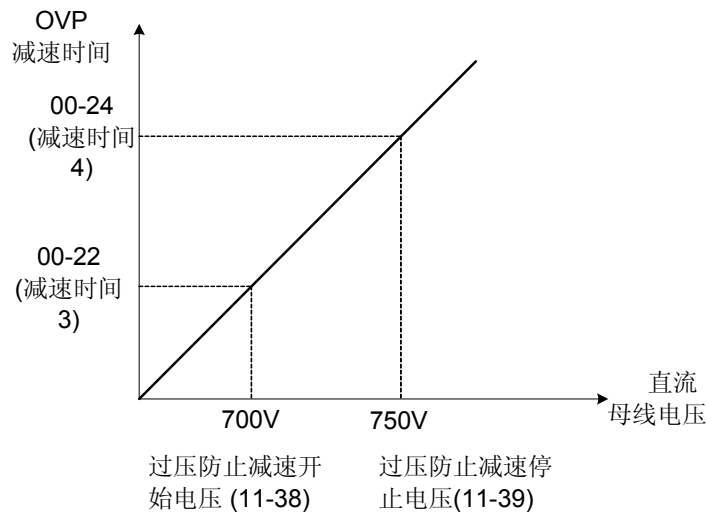

图 4.3.89 OVP减速时间
- 当回升能源降低时，变频器输出会回归至输入频率参考，而减速速率是依据直流电压来决定，如下图4.3.89所示。
- 3). 当变频器停止时，由00-15(Tdec1)设定减速速率，而在直流电压过高时，变频器会减速并采用上图4.3.89所示的OVP减速时间执行运转。
11-40 设定为过压防止模式 2，过压防止模式 2 的动作流程与过压防止模式 1 相同，但加强了图 4.3.89 中 DC BUS 电压超过 11-39 过压防止减速停止电压的部份，可通过增加 11-28 过压防止 2 频率增益，加快频率补偿以防止跳电压保护(OV)